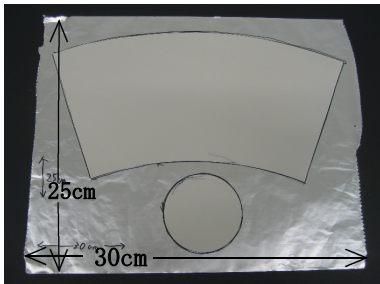
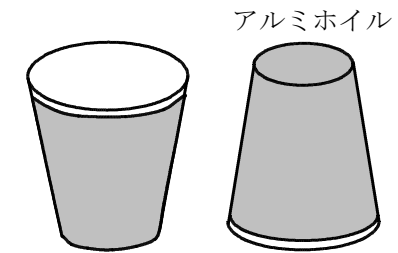

図 5
図 6
- ④ プラカップ大（600mL）2個をコンデンサーにする。まず、図5のように型紙を利用してプラカップの側面用と底用のアルミホイルを切り取る。次に、図6のようにプラカップ2個の側面と底面に両面テープを貼りアルミホイルを貼る。